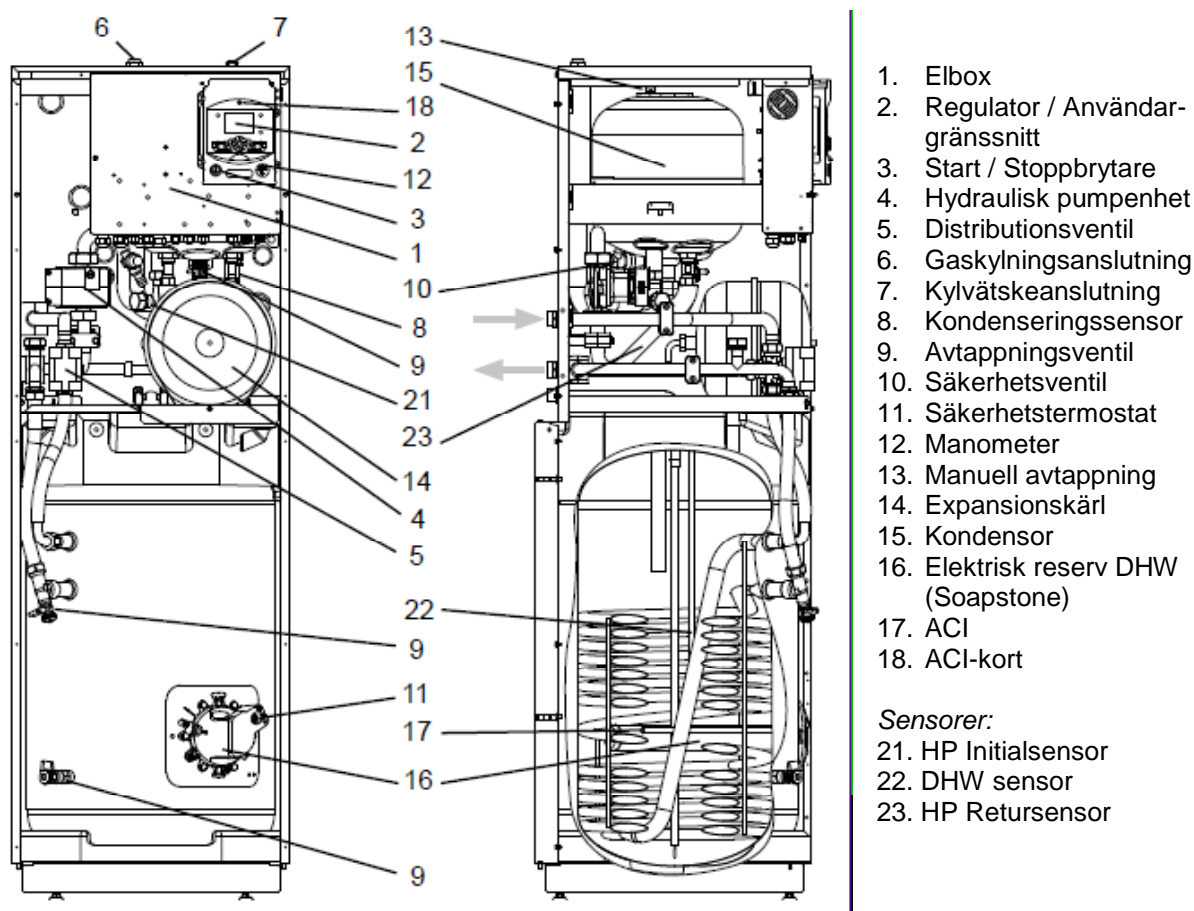

Bild 7 – Hydraulenhetens komponenter
- I kondensorn (ref 15, bild 7): Energin i köldmediet överförs till värmekretsen. Köldmediet återgår till vätska.